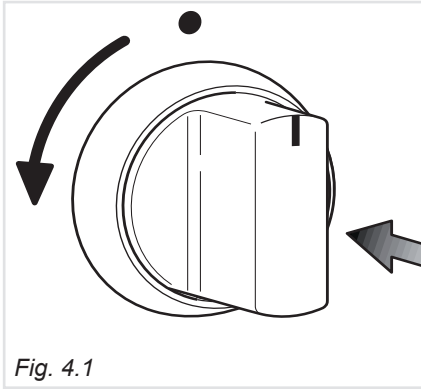

Fig. 4.1
3. Premere a fondo e ruotare in senso antiorario la manopola del forno (fig.4.1) fino a far coincidere l'indice sul pannello comandi con il simbolo  della manopola (fiamma grande = portata massima).